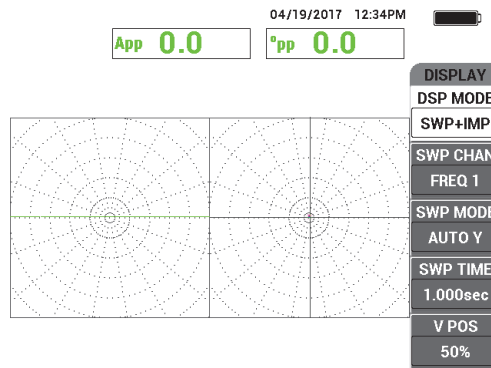

Abbildung 5-229 Anzeige Y/T-IMP
6. Drücken Sie die Menütaste DISP (□) und dann die Funktionstaste A für ANZ ART. Drehen Sie dann den Drehknopf bis Y/T-IMP angezeigt wird (siehe Abbildung 5-229 auf Seite 308).